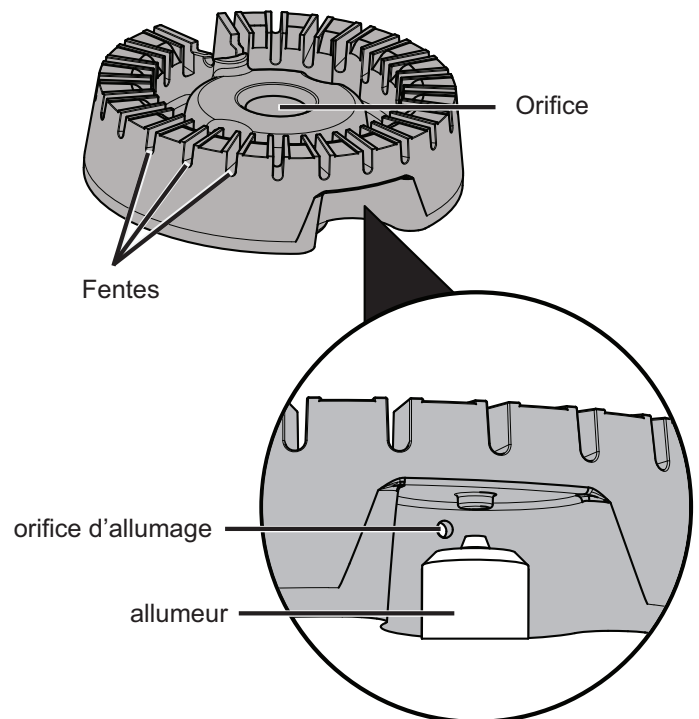

Figure 84: Composants de brûleurs scellés
3. Utiliser une vieille brosse à dents pour nettoyer la tête de brûleur au complet (voir Figure 84).
4. Utiliser la brosse à dents pour nettoyer les fentes et les orifices du brûleur (voir Figure 84).